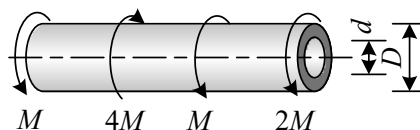

图 2
3. 如图 2 所示的空心受扭空心圆轴, 若其外径是其内径的两倍, $D = 2d$, 求该轴的最大切